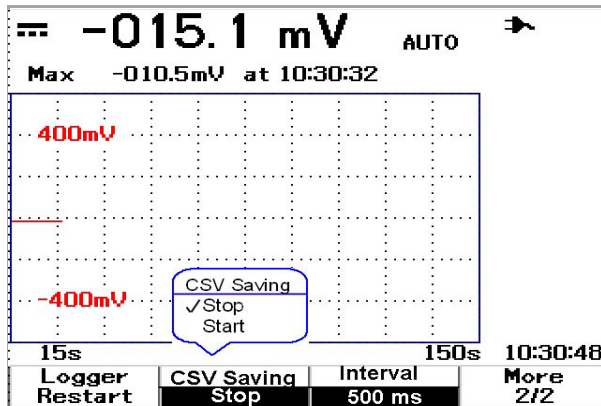

图 5-3 启用 CSV 保存功能
- 3 要启用 CSV 保存功能，请按 **F2** 在启动和停止选项之间切换（请参考下面的图 5-3）。您最多可以保存 500 KB 的数据。